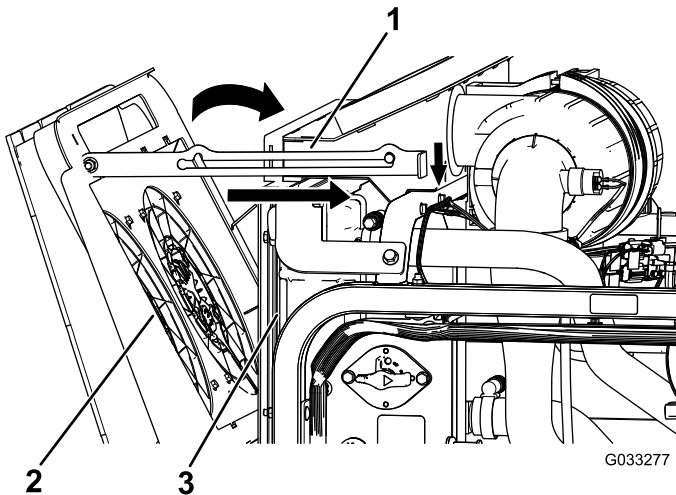

Figura 115
- Rode as ventoinhas de refrigeração do motor para a frente e fixe a barra de apoio no entalhe (Figura 115).